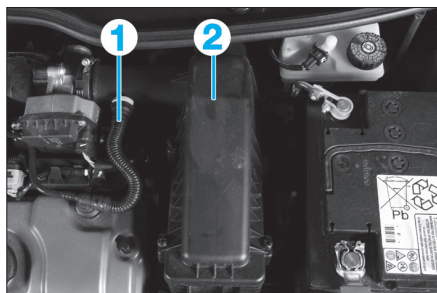

Fig. 11
- la canalisation de réaspiration des vapeurs d'huile (1) (Fig.11),
- le boîtier du filtre à air (2),